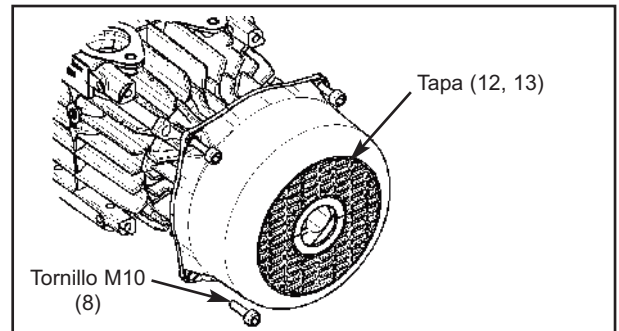

Figura 11
1. Desacople el compresor del motor de accionamiento y retire la chaveta de eje (16).
2. Retire los cuatro tornillos M10 (8) que fijan la tapa y quite dicha tapa (12 ó 13) ; ver la figura 11.